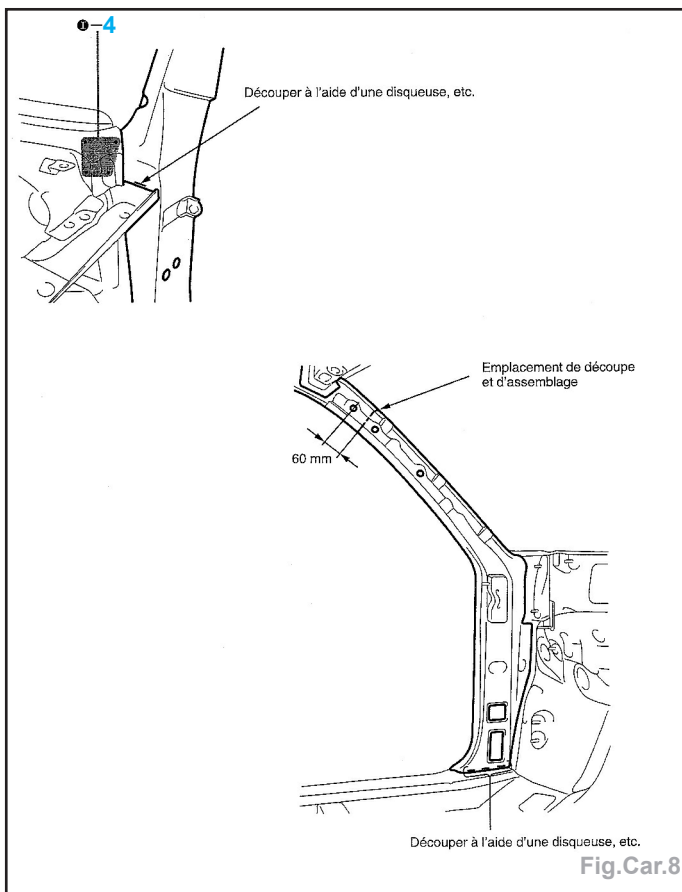

Fig.Car.8
- Tracer puis découper le renfort de pied de caisse à l'aide d'une meule assiette ou d'une scie alternative (Fig.Car.8).